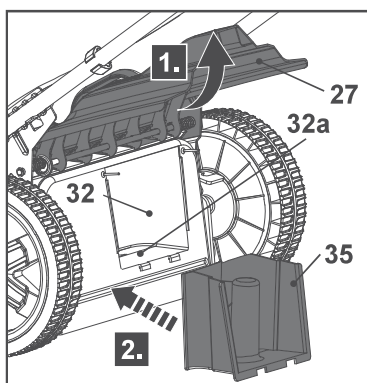

Fig. 17
1. Abra el protector de deflector trasero (27), manténgalo en posición e introduzca el accesorio triturador (35) en el canal de descarga trasero (32) (Fig. 17). Asegúrese de que el pestillo de bloqueo (35a) encaja en la ranura del canal de descarga trasero (32a) de modo que se escuche un "clic".